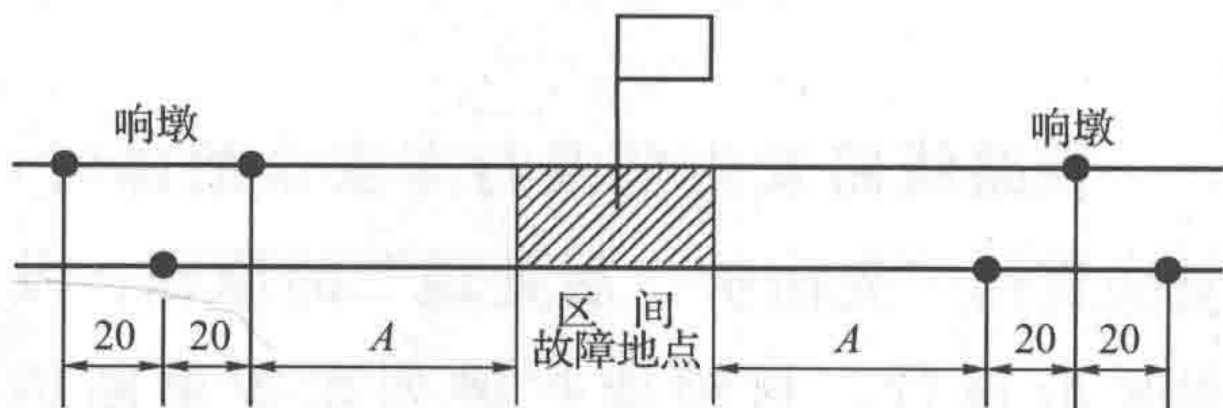

图 1 （长度单位：m）
2. 当确知一端先来车时，应先向该端，再向另一端放置响墩（如图 1 所示），然后返回故障地点。